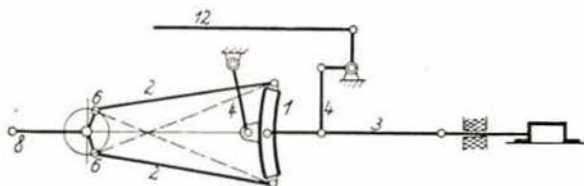

Bild 2 Schemaskizze zu der Gooch-Steuerung (aus: Henschel-Lokomotiv-Taschenbuch)
2. Die äußere Steuerung nach Gooch (Bild 2)
Bild 2 Tabarz ist eine der Endstationen am Fuße des Inselsberges und für viele Urlauber das Ferientziel. Das zahlreiche Urlaubergepäck und sonstige Gut findet in dem güterwagenähnlichen Fahrzeug am Zugschluß Platz.